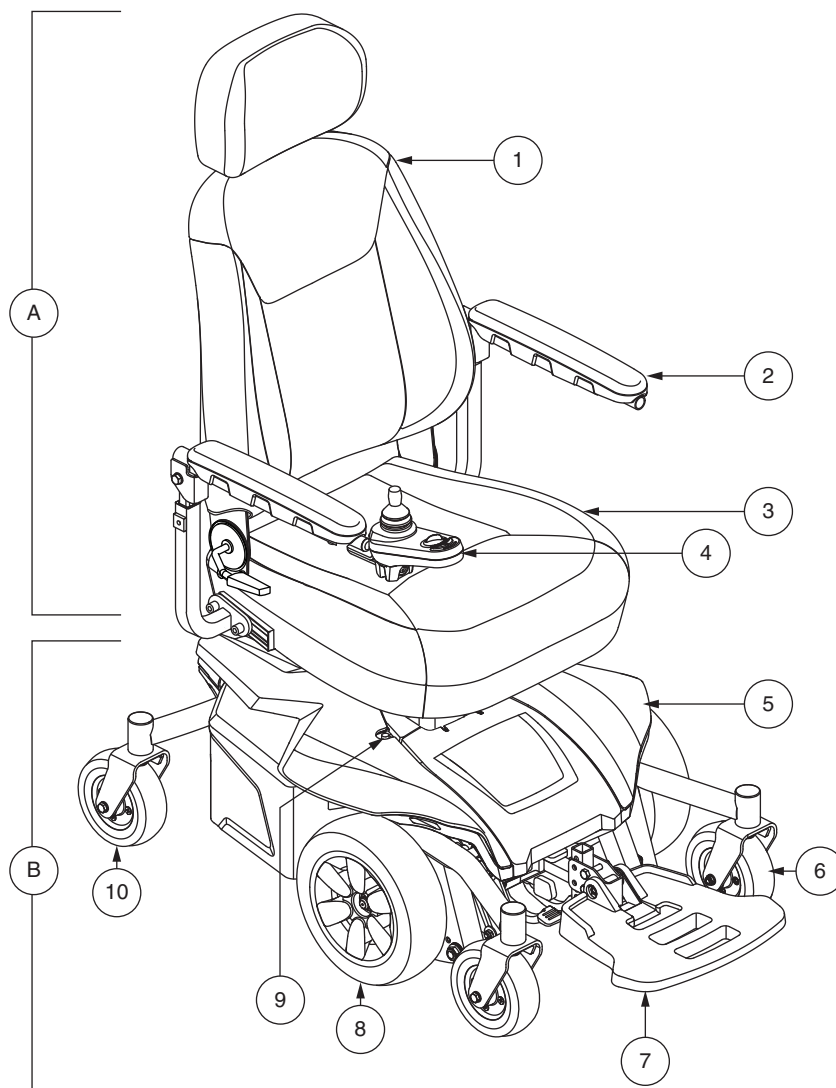

Bild 1. Der Jazzy Select 6 2.0 Elektrorollstuhl
Ihr Elektrorollstuhl hat zwei Hauptbaueinheiten: Die Sitzbaueinheit (A) und die Netzteilbaueinheit (B). **Siehe Bild 1.** Üblicherweise beinhaltet die Sitzbaueinheit die Armlehnen, die Rückenlehne und die Sitzbasis. Die Netzteilbaueinheit beinhaltet zwei Baugruppen für Motor/Bremsen, zwei Antriebsräder, vier Laufräder, zwei Batterien und Kabelbäume. **Siehe Bilder 1, 2 und 3.**